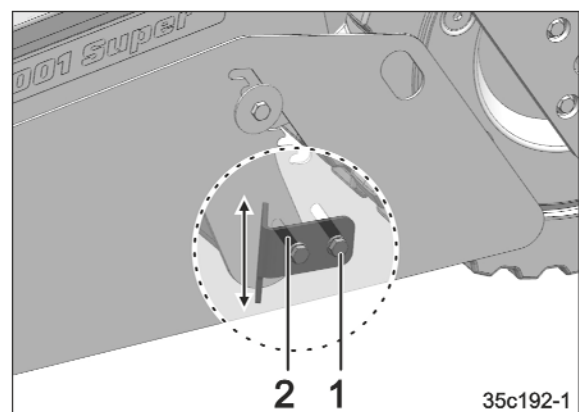

Рис. 112
1. Выверните болты (Рис. 112/1).
2. Переместите направляющий землю уголок (Рис. 112/2) в нужное положение.